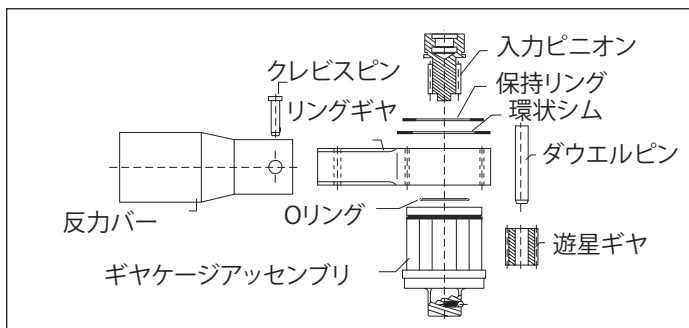

図 4
1. 保持リングと環状シム(図4)をトルクマルチプライヤーのハウジングの入力側から取り外します。
3. 入力ピニオンをギヤケーシングアセンブリから引っ張りながらねじって取り外します。アーバープレスを使ってダウエルピンを遊星ギヤから取り外します(図4)。